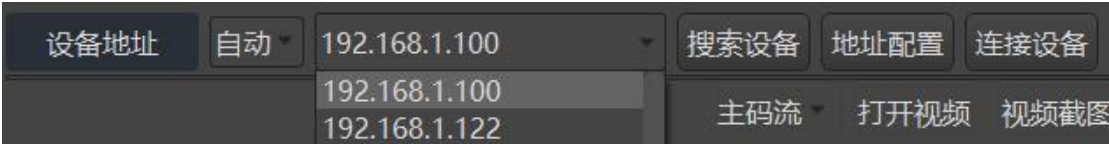

图 7 搜索设备
- (1) 自动搜索：点击 **搜索设备**，出现设备 IP 地址，如有多台设备，在下拉框里选择需要查看的设备 IP 地址，如图 7 所示。